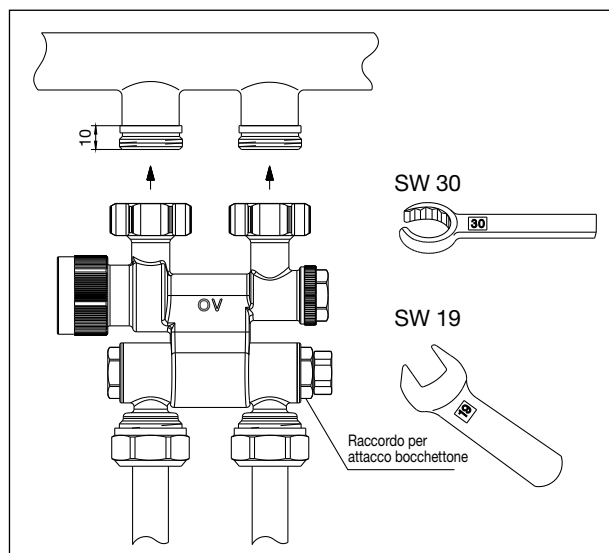

Fig. 3
2. Serrare il "Multiblock TF" (Fig.3) al radiatore (coppia 20 – 30Nm). La direzione del flusso è facoltativa. La posizione di collegamento mandata e ritorno dipende dal radiatore. Si prega di osservare la corrispondente descrizione del prodotto!
Impostare il valore di preregolazione sul vitone secondo il calcolo eseguito delle tubazioni con l'ausilio della chiave speciale (o chiave del 13). Il valore di preregolazione deve essere allineato alla marcatura presente sulla parte anteriore del vitone (Fig.3).